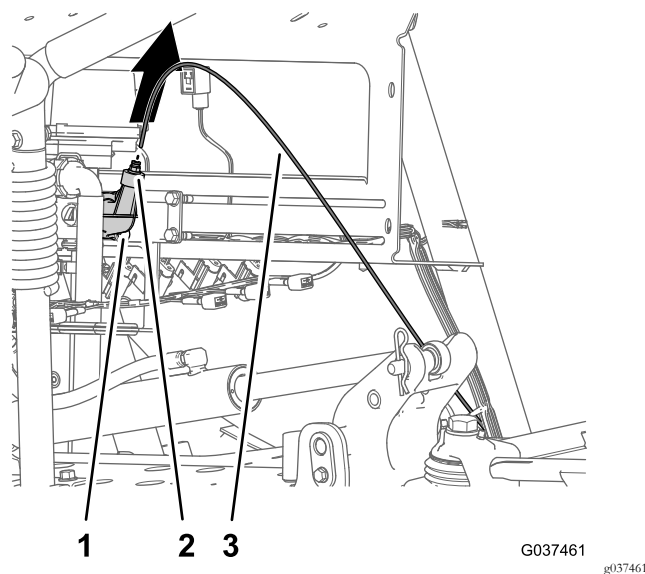

Figura 10
- Pressione o anel no acoplador do tubo na união do tampão com abertura da válvula da secção da rampa direita (Figura 10).
- Puxe o tubo sensor de pressão do indicador no painel do acoplador do tubo (Figura 10).